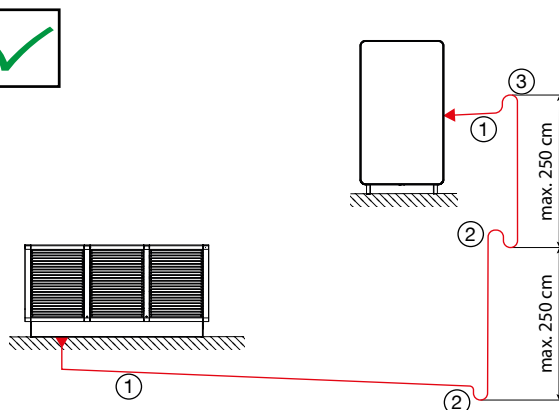

Abb. 18: Richtige Saugleitungs-Verlegung
- ▶ Die Splitleitungen müssen mit einem leichten Gefälle (1) zur Wärmepumpe verlegt werden.
- ▶ Steigt die Saugleitung zur Wärmepumpe, müssen Ölsteighilfen (2) (Ölsäcke) am Anfang der Steigleitung und alle folgenden 2,5 m errichtet werden. Das Ende der Steigleitung ist mit einem Überbogen (3) abzuschließen (Siehe Abb. 18). Der maximale Höhenunterschied von 5 m zwischen Außenverdampfer und Wärmepumpe darf nicht überschritten werden.